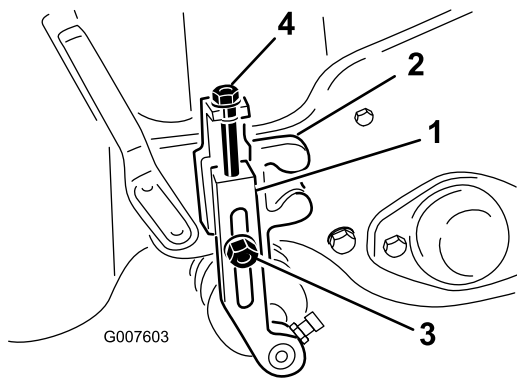

Figura 51
2. Afloje las contratueras que sujetan los brazos de ajuste de la altura de corte a los soportes de ajuste (Figura 51).